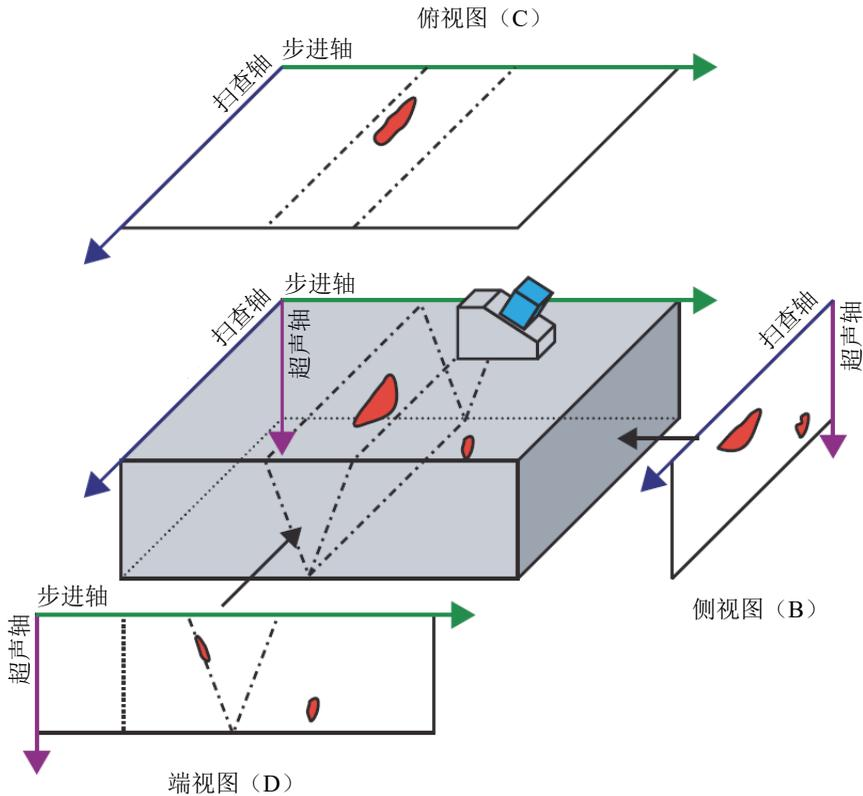

图 3-21 探头斜角为 90° 时的超声视图示例：
体积视图是将连续的A扫描投射到由超声轴、扫查轴和步进轴定义的不同平面上而生成的彩色编码图像。第78页的图 3-21中显示了几个重要的视图，它们类似于技术图纸的2维投影图。
在第78页的图 3-21中，如果探头斜角为 0° （或 180° ），则侧视图 (B) 就变成了端视图 (D)；反之亦然。侧视图 (B) 由深度轴和与探头移动轴定义。端视图 (D) 由深度轴和电子扫查轴定义。